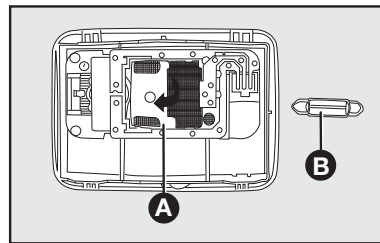

fig. 66
- abra la tapa **A-fig. 66**, en el sentido indicado por la flecha;
- saque la lámpara **B-fig. 66** y sustitúyala;